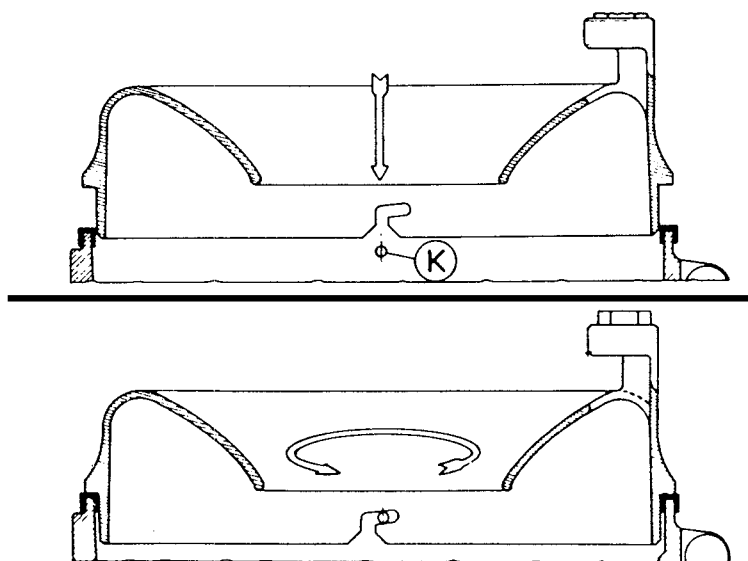

FIG. 2
13. Bringen Sie den Deckel wieder au und drehen Sie ihn entgegen dem Uhrzeigersinn bis der Stift in die Nut einrastet (K Fig 2).
6. Reinigen Sie den Deckel und setzen Sie ihn mit den Nuten über die Stifte (K Fig 2) im Trichter. Drehen Sie den Deckel entgegen den Uhrzeigersinn bis die Nuten in die Stifte einrasten und befestigen Sie ihn.